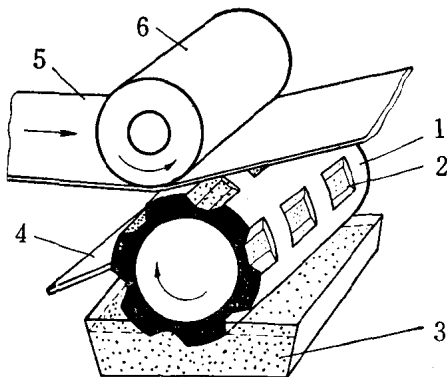

图1-5 凹版印刷原理示意图
(3) 凹版印刷机:凹版印刷使用的印版正好和凸版相反,其图文部分凹下,低于空白部分,如照相腐蚀凹版或雕刻凹版等。凡是使用凹版的印刷机可统称为凹版印刷机,其印刷原理如图1-5所示。